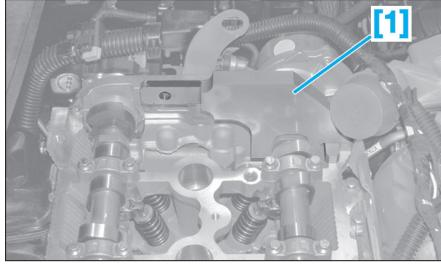

Fig. 7
- Turner le vilebrequin dans le sens horaire (serrage) par l'intermédiaire de la vis (17) jusqu'à l'amener en position de pigeage (b).
- Positionner l'outil d'immobilisation arbre à cames échappement [1] (Fig.7).